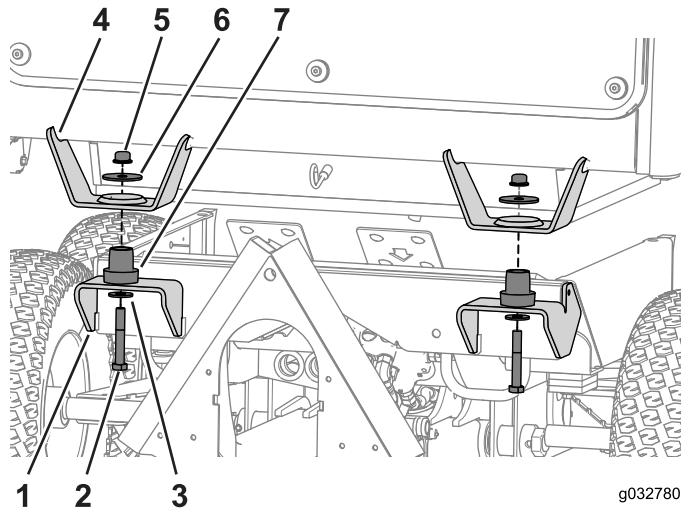

Figure 65
2. Abaissez la cabine sur la machine en alignant les 2 trous de boulon sur les supports avant (Figure 65).
3. Insérez un support élastique dans chaque emplacement de montage (Figure 65).
4. Fixez la cabine sur la machine à l'aide du boulon (1/2" x 3 1/4"), de la grande rondelle et de l'écrou à embase (Figure 65).